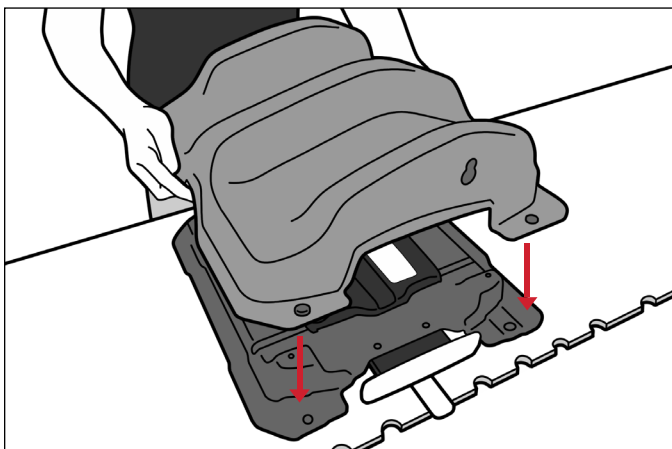

Abb. 6
4. Montieren Sie die Kniestützenschale, indem Sie die 4 Eckstifte an den entsprechenden Bohrungen in der Kniestützenbasis ausrichten (Abb. 6).